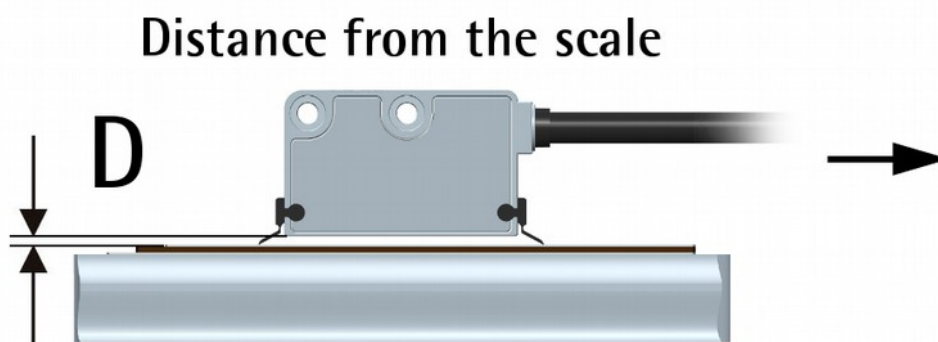

Figura 1 - Distanza montaggio sensore / banda
E' possibile montare la testina sulla banda nelle due direzioni. La freccia in Figura 1 indica la **direzione di conteggio standard** (il fronte di salita del segnale A precede il fronte di salita del segnale B) quando il sensore muove nella direzione indicata dalla freccia; ulteriori informazioni nella sezione "4.8 Direzione di conteggio" a pagina 20.
La distanza D (si veda la Figura 1) tra la base del sensore e la banda magnetica MT50 deve essere compresa nei range indicati nella seguente tabella:
La direzione di conteggio positiva (il fronte di salita del segnale A precede il fronte di salita del segnale B) si ha quando il sensore muove sulla banda nella direzione indicata dalla freccia in Figura 1. Per ogni informazione riferirsi alla sezione "4.8 Direzione di conteggio" a pagina 20).
3.7 Spazzole di pulizia opzionali (Figura 1)